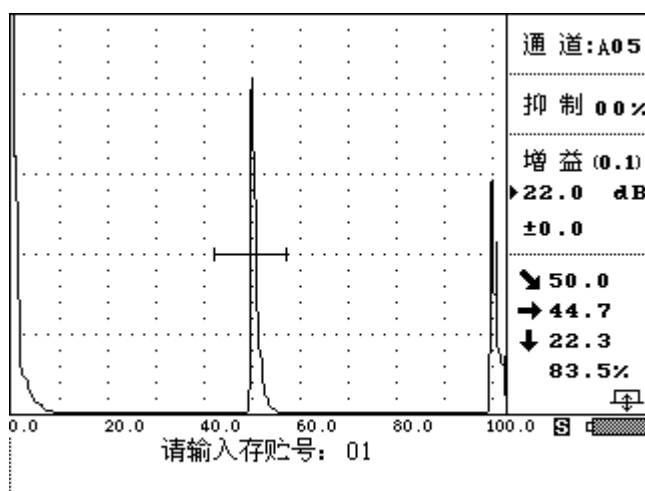

图 4-5-1
- ① 按 **闸门** 键或转动旋钮到 **扫描** 栏单击旋钮进入检测状态后，再按 **动态记录** 键或转动旋钮到 **动态记录** 栏单击，仪器滚出提示输入信息，如图 4-5-1 所示：